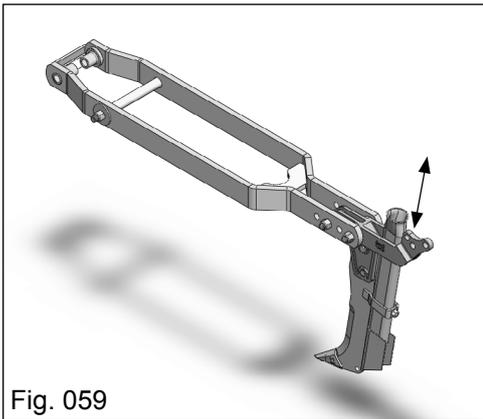

Fig. 059
*Toda vez que efetuar a regulagem de adubo e estiver utilizando o sulcador, efetue a regulagem de deposição de adubo movimentando o conductor para baixo ou para cima de acordo com a profundidade desejada (Fig. 059).*